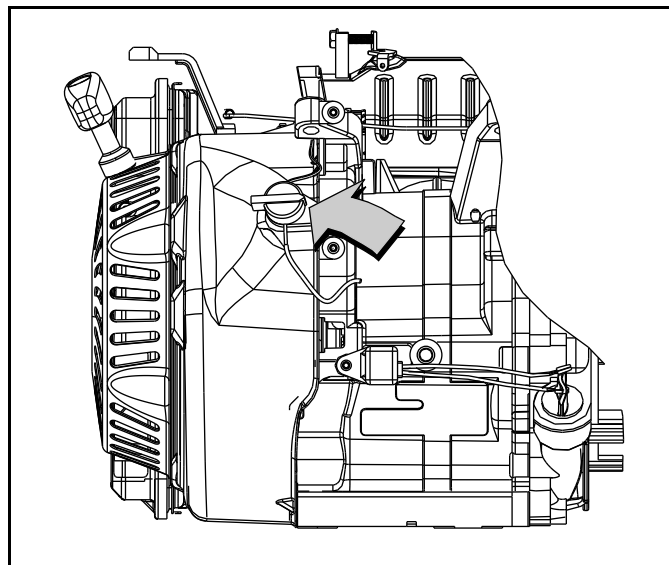

Figura 3-11. Conmutador Run/Stop (Funcionamiento/Parada)
4. Gire el conmutador Run/Stop (funcionamiento/parada) del motor a la posición RUN. Vea la Figura 3-11.